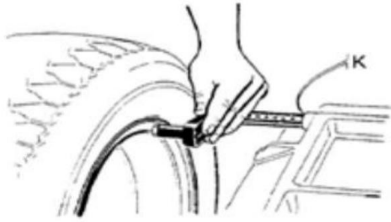

Fig.1
- impostare il valore "a": spostare il misuratore nella posizione di misurazione come illustrato nella Fig.1, tenere premuto il misuratore rimane in posizione per circa 4 secondi, la memorizzazione è avvenuta correttamente dato, quindi riportare il misuratore in posizione 0. (Il valore misurato in modalità automatica